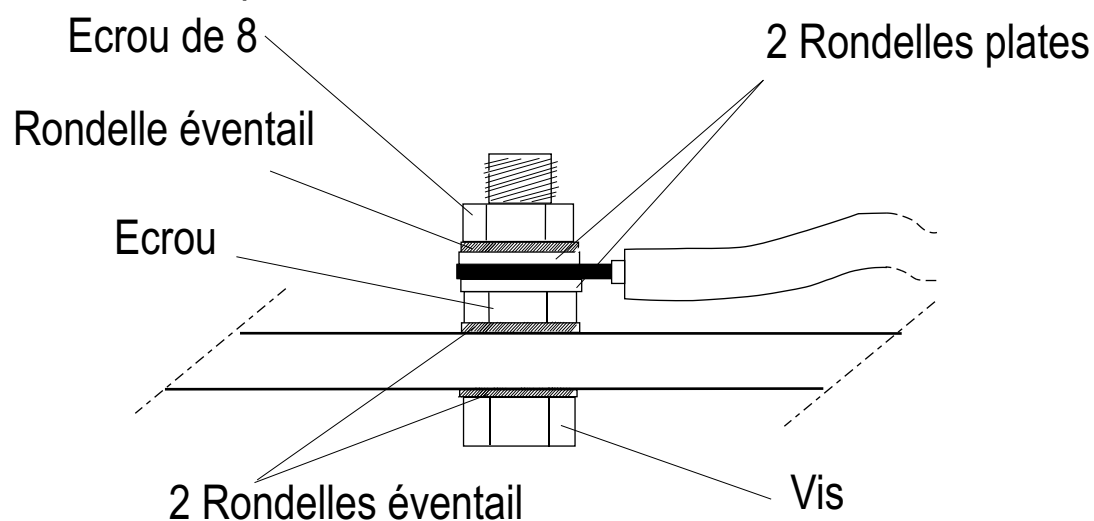
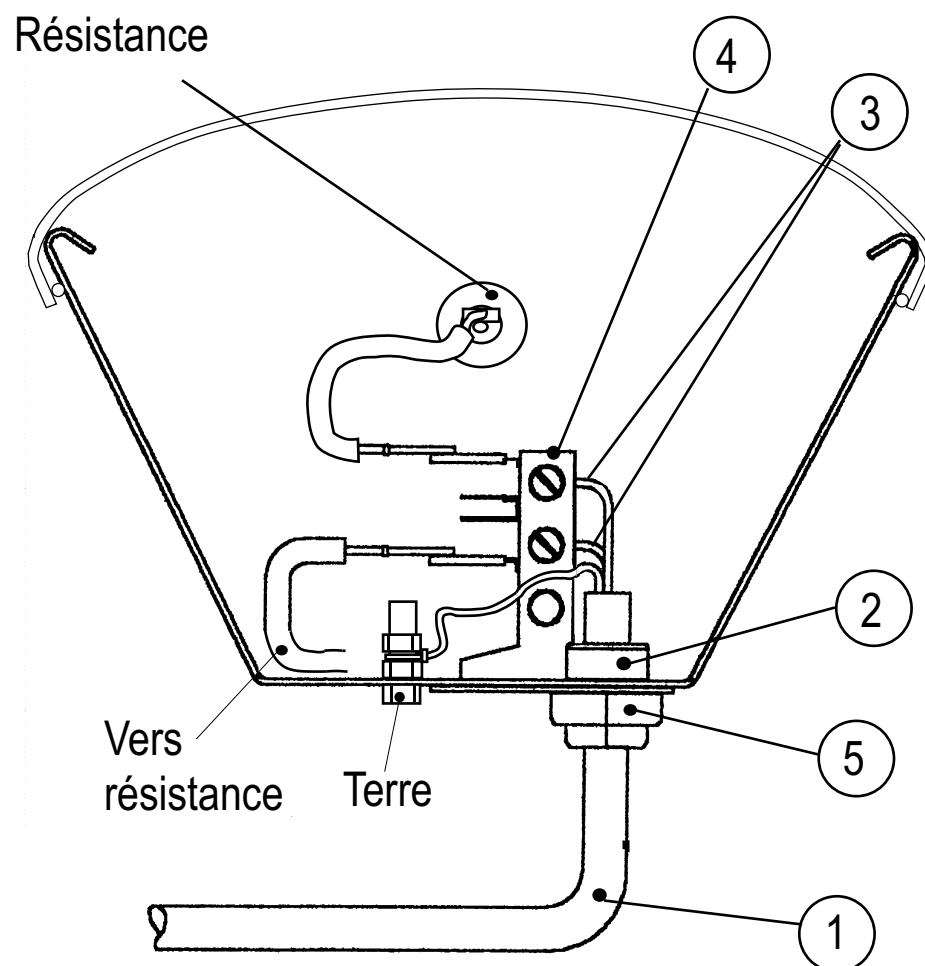

Fig. 4
Fig. 5
- Fig. 5 : Introduisez le cordon d'alimentation 3 x 1.5 mm² (1) dans l'entrée de câble (2).
- Raccordez les fils (Fig. 5) au bornier et le fil de terre à la borne (Fig. 4) :
- Bloquez ensuite le cordon d'alimentation dans le passe-fil (5) en serrant la bague avec une clé de 17.